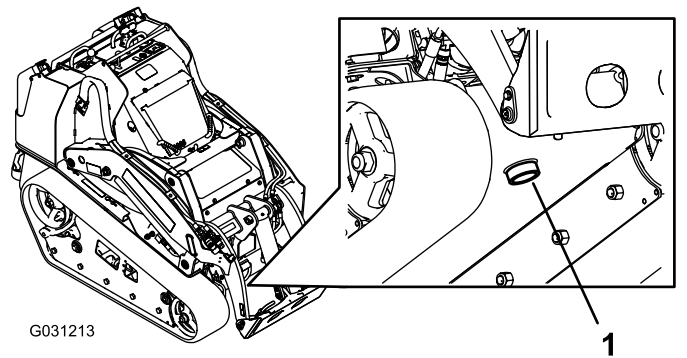

Bild 68
7. Stellen Sie eine große Auffangwanne (Fassungsvermögen von 57 l) unter die Ablassschraube vorne an der Maschine (Bild 68).
8. Entfernen Sie die Ablassschraube und lassen das Öl in die Auffangwanne abfließen (Bild 68).